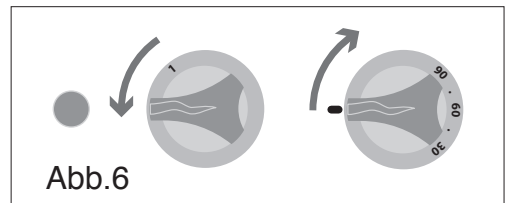

Abb.6
- Einschalt-Drehknopf auf "1" stellen, das Leuchten der grünen Kontrolllampe zeigt den Betrieb an (Abb. 6).
- Thermostat-Drehknopf in die gewünschte Stellung drehen, um die Betriebstemperatur einzustellen (Abb. 6).
Thermostat-Drehknopf in "Null"-Stellung bringen (Abb. 6), um die Wärmeerzeugung abzuschalten und das Gerät am Ende des Betriebsvorgangs auszuschalten.